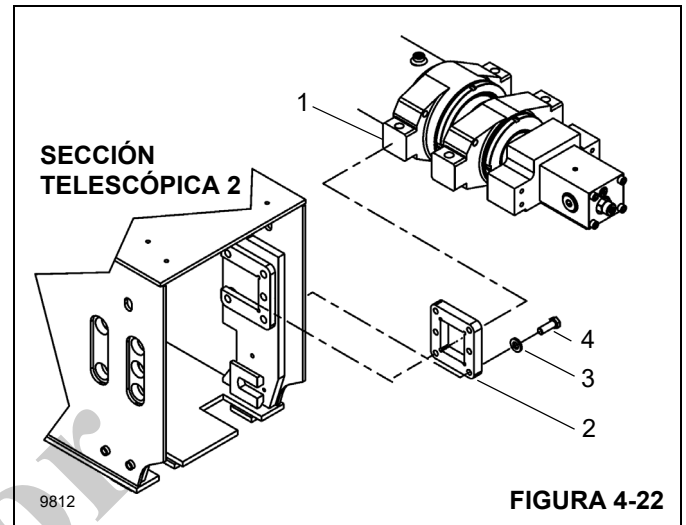

FIGURA 4-22
16. Instale muñones (2, Figura 4-22) sueltos en las bridas delanteras del cilindro telescópico (1). Apoye e instale el cilindro telescópico aproximadamente 3 m (10 pies) en la base de la sección telescópica 4 de la pluma. Puede ser necesario subir y bajar el extremo exterior del cilindro para insertarlo en la sección de la pluma. Empuje la sección telescópica 4 de la pluma completamente dentro de la sección telescópica 3 y eleve el cilindro telescópico hasta la parte superior de la sección telescópica 2 de la pluma.
25. Baje el cilindro telescópico, según sea necesario, para alinear los muñones (2, Figura 4-22) y los agujeros de montaje en los lados de la sección telescópica 2 de la pluma. Instale el cilindro telescópico la sección telescópica 2 utilizando pernos (4), arandelas (3) y muñones (2). (vea también 25, 26, 27 en la Figura 4-16).